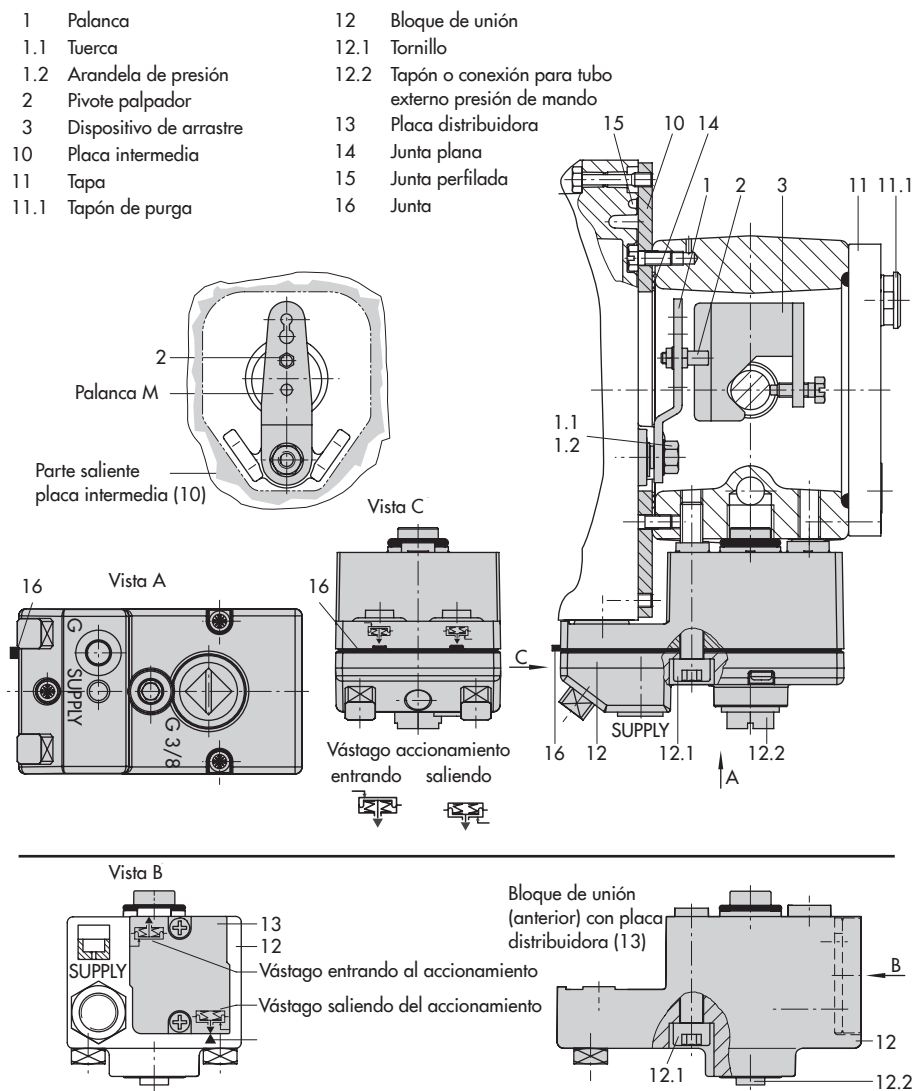

Fig. 4: Montaje integrado – Conexión de la presión de mando en el accionamiento Tipo 3277 de 240, 350, 355 y 700 cm²
Accionamiento de 240 a 700 cm² (ver fig. 4)
1. Colocar el dispositivo de arrastre (3) en el vástago del accionamiento, alinearlos y fijarlo de forma que el tornillo de fijación esté bien alojado en el encaje del vástago del accionamiento.
2. Fijar la placa intermedia (10) con la parte saliente más estrecha (fig. 4 izq.) hacia la conexión de la presión de mando, la junta plana (14) enganchada tiene que quedar del lado del puente del accionamiento.
3. En accionamientos de 355/700 cm² desenroscar el pin (2) colocado en la posición **35** de la palanca **M** (1) y roscarlo en la posición **50**.
6. Comprobar que la lengüeta de la junta (16) lateral al bloque de unión, se encuentra encima del símbolo correspondiente a la ejecución del accionamiento "vástago saliendo" o "vástago entrando". Si es necesario, desatornillar los tres tornillos, levantar la tapa, girar la junta (16) 180° y volver a fijarlo.
Con la ejecución anterior de bloques de unión (fig. 4 abajo) es necesario girar la placa distribuidora (13) hasta que la marca indique el símbolo que corresponde a la ejecución del accionamiento.
7. Montar el bloque de unión (12) con sus juntas al posicionador y fijarlo al puente de la válvula con los tornillos (12.1). En accionamientos "vástago entrando" se tiene que sacar el tapón (12.2) y montar el tubo para la presión de mando.
8. Montar la tapa posterior (11). Al hacerlo prestar atención para que una vez instalada la válvula, el tapón de desaireación apunte hacia abajo, para asegurar la evacuación de posibles condensados.